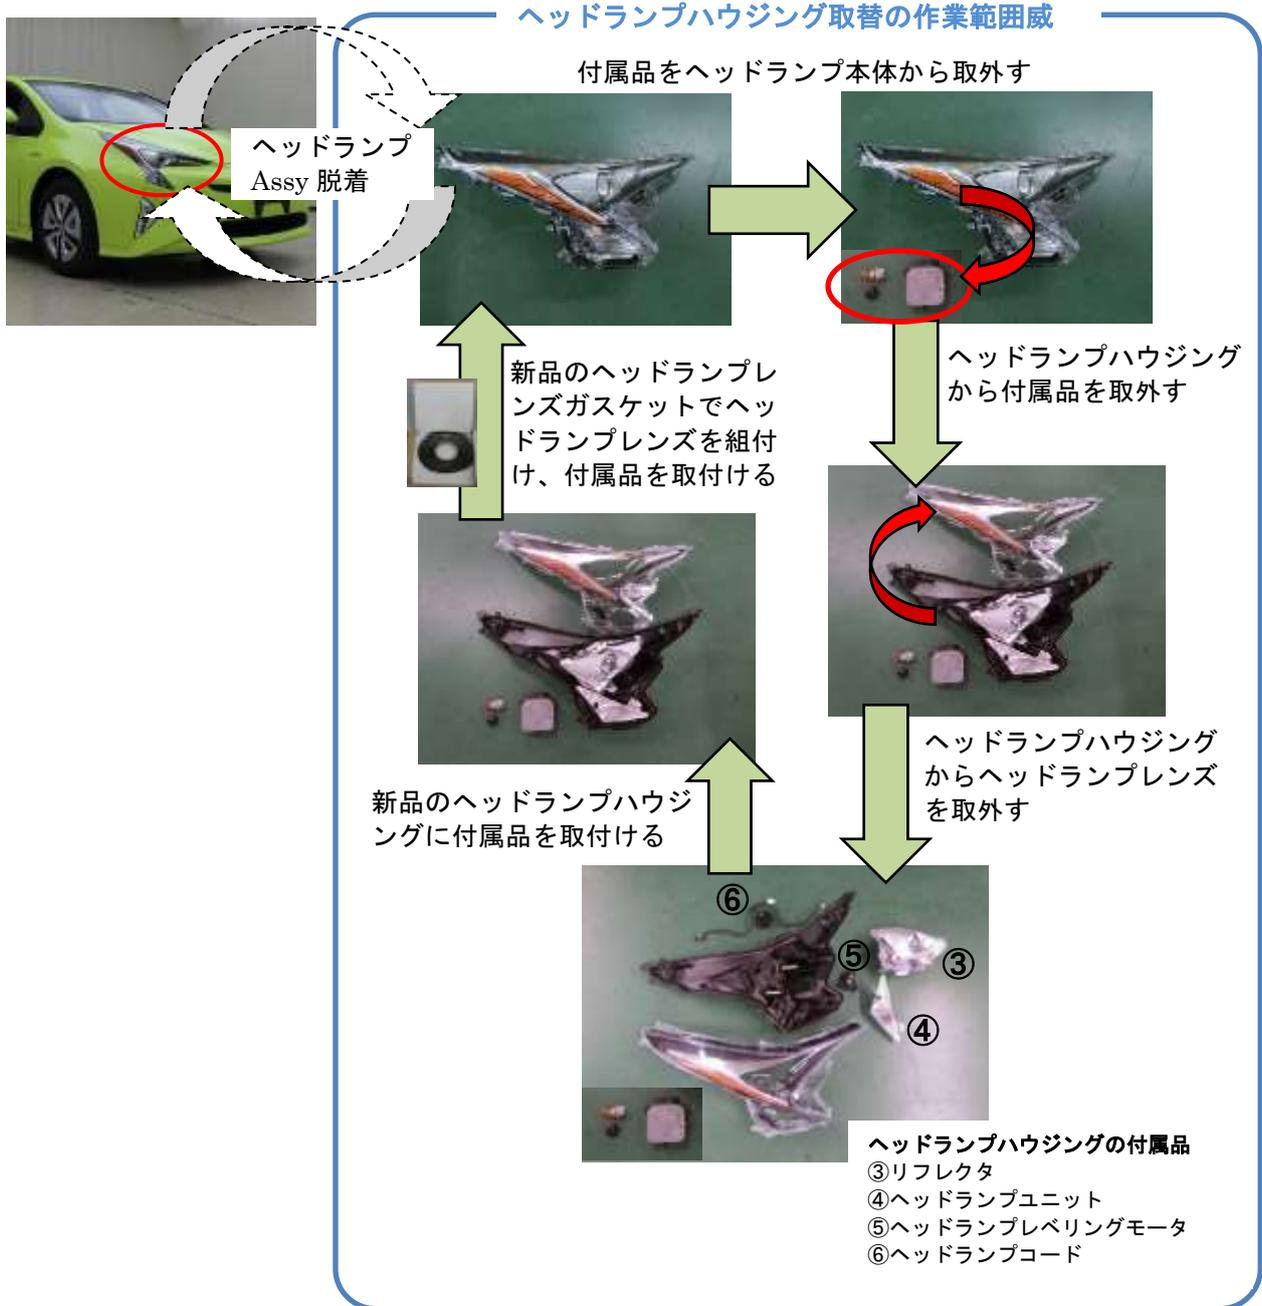

図1. ヘッドランプハウジング取替作業の範囲
取替作業工程は、ヘッドランプより付属品 (写真 1. ⑧⑨⑩) を取外し→ヘッドランプレンズを取外し→ヘッドランプハウジングから付属品 (写真 1. ③④⑤⑥) を取外し→新品のヘッドランプハウジングに付属品 (写真 1. ③④⑤⑥) を取付け→新品のヘッドランプレンズガスケットを取付け→新品のヘッドランプレンズを取付け→ヘッドランプに付属品 (写真 1. ⑧⑨⑩) を取付ける作業までとなります (図 1)。